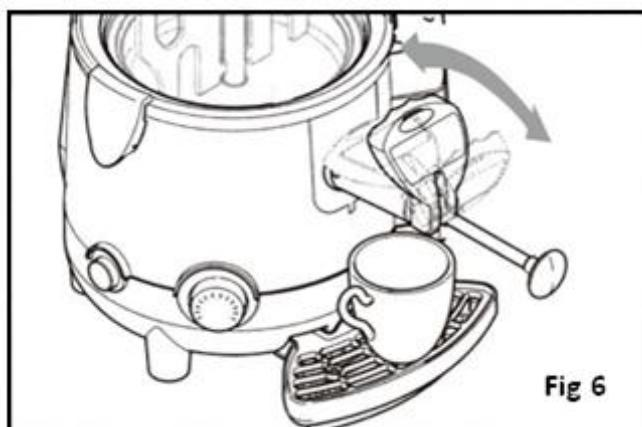

Fig 6
- Tire de la palanca o empújela para verter la cantidad deseada de producto en la taza (Fig. 6)